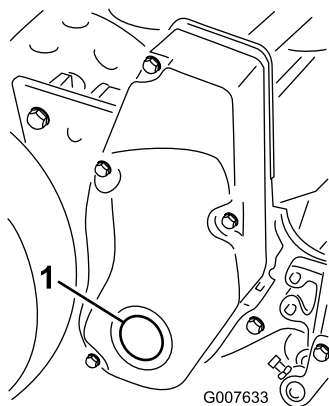

Figure 56
1. Enlevez le bouchon du couvercle d'entraînement droit (Figure 56).